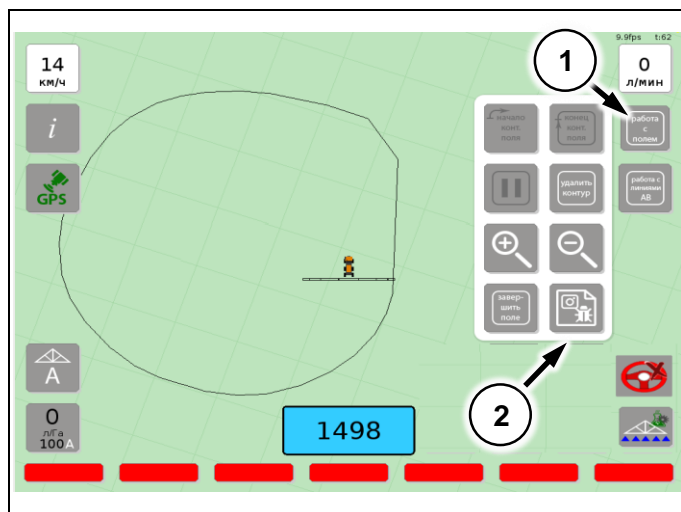

Рис. 65
- нажать кнопку «работа с полем» (Поз 1) (Рис. 65);
- нажать кнопку «Скриншота» (Поз 2) (Рис. 65);